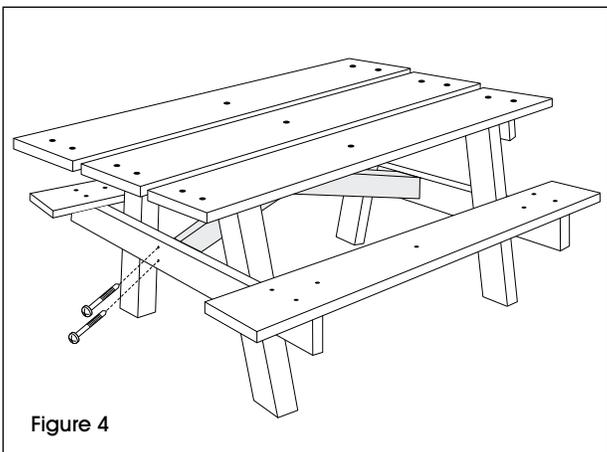

Figure 4
8. Fixez sans serrer le support de façon légèrement excentrée par rapport au dessus de table à l'aide de deux vis pour bois traité de 3 po. Répétez les étapes avec l'autre long support de table et fixez-le à l'opposé du premier support de table. (Voir Figure 4)